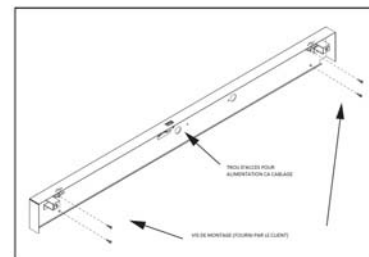

Figure 3
1. Retenir la plaque arrière du luminaire (dans la position indiquée dans la figure 3) sur le mur à l'emplacement choisi en vous assurant que le trou d'accès du câblage est situé sur la boîte de raccordement. Positionner un niveau à bulle sur le dessus et ajuster la position jusqu'à ce la plaque arrière soit nivelée.